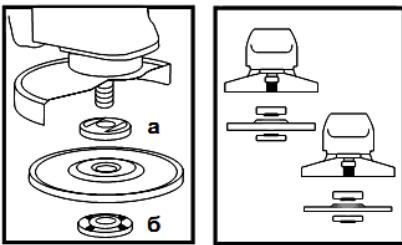

Рисунок 2
5.4 Установите на изделие шлифовальный либо отрезной диск. Для этого нажмите на кнопку фиксации шпинделя (1) и поверните шпиндель до такого положения, при котором он зафиксируется. С помощью вилочного ключа из комплекта изделия отверните и снимите зажимную гайку (6) (смотрите рисунок 2). Установите шлифовальный диск на посадочное место фланцевой шайбы (а) (рисунок 2), наживите рукой зажимную гайку на шпиндель и затяните ее ключом из комплекта изделия.